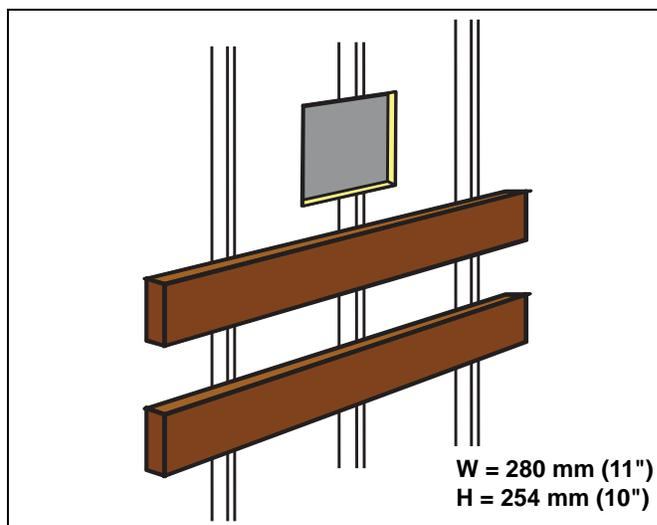

Figure 3D Modèle 250 000 BTU
5. Si une aide supplémentaire est nécessaire, ajoutez un support en fixant deux planches 2' x 4' sur l'extérieur du mur où les supports de maintien du radiateur doivent être positionnés. Les deux planches 2' x 4' doivent être fixées à des montants à l'intérieur du mur. (Voir Figure 3D.)